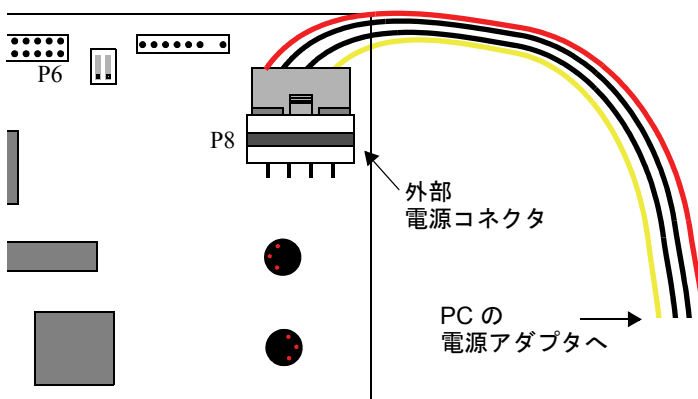

図 4. 電源ケーブルの接続
5. 図 4 に示すように、ボード位置 P8 にある外部 +12 V 電源コネクタの位置を確認します。ホスト PC の電源から未使用のディスクドライブの電源コネクタの位置を確認し、P8 ジャックに直接接続します。コネクタにキーが付いており、正しい向きにのみ差し込むことができます。